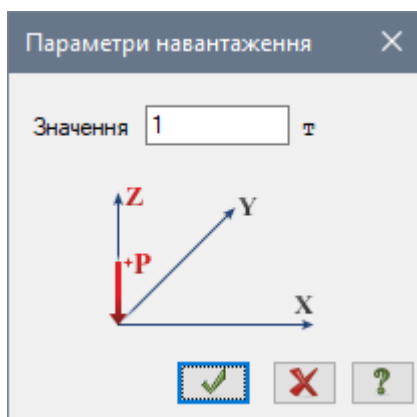

Рис. 2.16. Діалогове вікно Параметри навантаження
- У вікні, що з'явилося, введіть значення  $P = 1$  т (рис. 2.16).